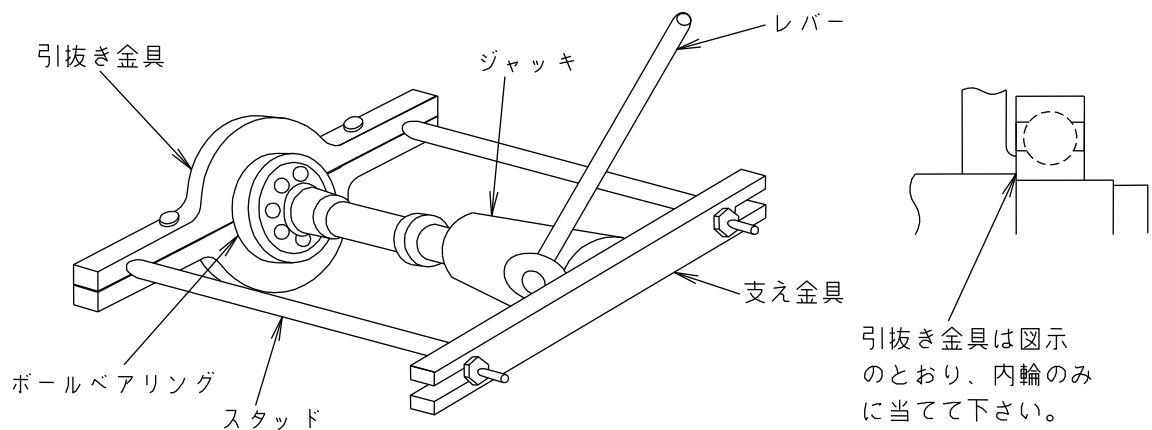

図13-13 軸受引抜き方法の一例
- (5) 図13-13に示すような引抜具や市販の転がり軸受引抜工具等を使用して軸受を取外す。引き抜きの際は内輪を加熱する。
- (1) 相手機械との直結，電源ケーブルを切離す。油浴タイプの軸受は潤滑油を排出する。
- (2) 温度計等の付属品を取外す。
- (3) (全閉外扇形の場合)外扇ダクトを取外し，風道を取外す。
- (4) 電動機を分解場所へ移動し，横置きする。
- (5) カップリングを取外す。全閉外扇形の場合は，外部ファンを取外す。
- (6) 上ブラケット，下ブラケットを取外す。
- (7) 上部軸受端カバー，下部軸箱を取外す。
- (8) 上部リングナット，下部のグリース駆除環を取外す。
- (9) 図13-13に示すような引抜具や市販の転がり軸受引抜工具等を使用して軸受を取外す。引き抜きの際は内輪を加熱する。
- (5) 電動機を分解場所へ移動し，点検架台上に仮設する。
- (6) 下部軸端をジャッキで支える。
- (7) 上部の油槽フタを取外す。
- (8) 上部ランナ固定用リングナットを外す。
- (9) 油飛散防止カバーを外す。
- (10) 上部ランナを加熱し外す。
- (11) 上ブラケットを外す。
- (12) 上部軸端のネジを利用し，回転子を固定子から引抜き，別の場所に横置きにする。
- (13) 下部軸箱を取外す。
- (14) グリース駆除環を取外す。
- (15) 図13-13に示すような引抜具や市販の転がり軸受引抜工具等を使用して軸受を取外す。引き抜きの際は内輪を加熱する。
- (16) 自動調心ころ軸受の内輪を加熱し，上部ランナより取外す。外輪は上ブラケット軸受座から取外す。